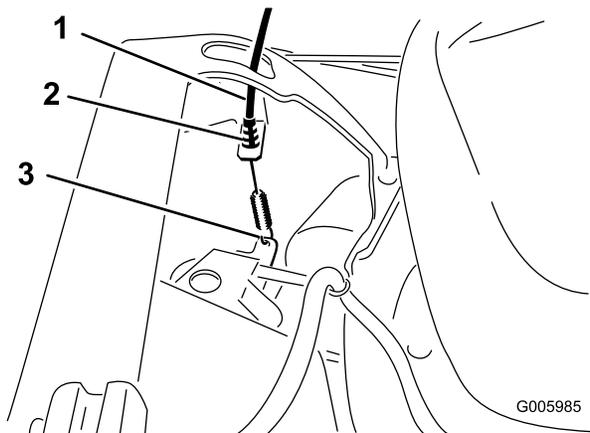

Figura 6
3. Pase el cable del sistema de autopropulsión por el interior del manillar, a través del orificio del lado izquierdo del alojamiento, y conecte el extremo del cable (Figura 6).